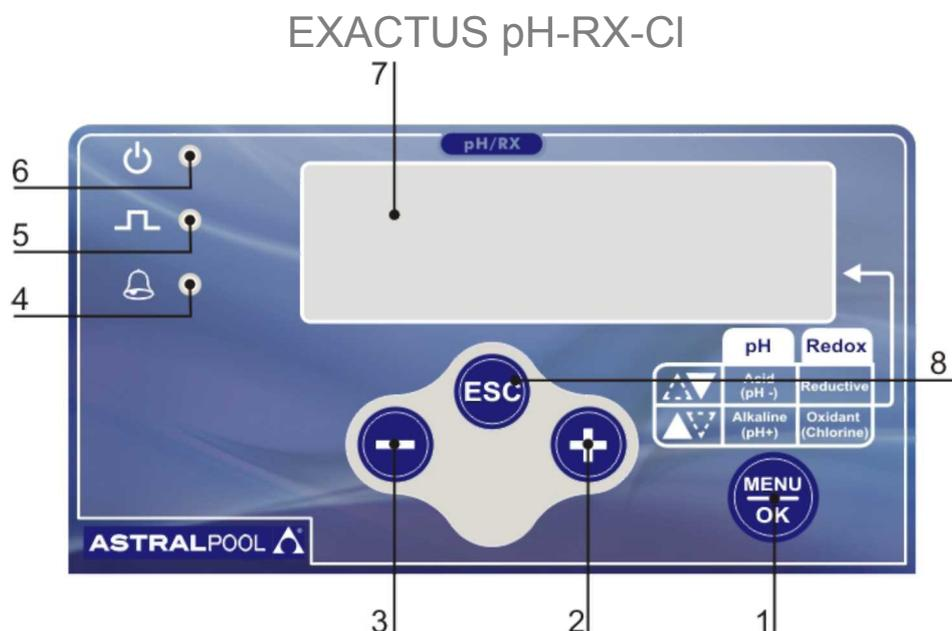

Рис.11
Такие операции также необходимо выполнять при насосе, отключенном от установки путем переворачивания насоса на период 15-30 секунд без присоединения трубок к штуцерам: если это невозможно, необходимо снять и поставить на место головку насоса (Рис. 11), используя четыре установочных винта.
6.1 - КОМАНДЫ (Рис. 11)